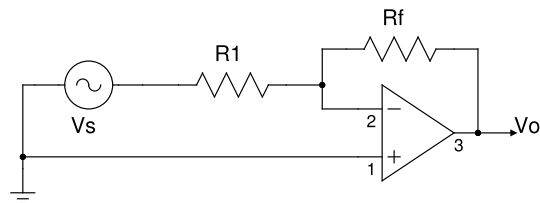
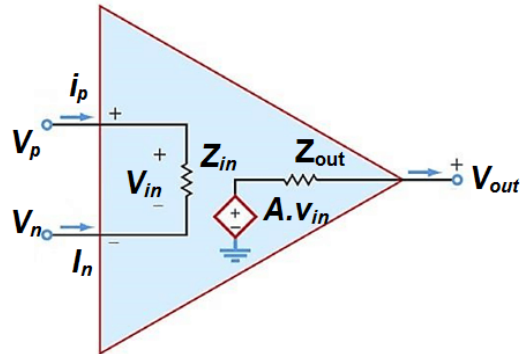

Figura 4.5
Figura 4.8
1. Monte o circuito da figura 4.5, alimentando o AMP-OP com $V_{cc+} = 12V$ e $V_{cc-} = -12V$;
5. Monte o circuito da figura 4.5, alimentando o AMP-OP com $V_{cc+} = 5V$ e $V_{cc-} = -5V$, $R_5 = 2,2k\Omega$, e sem conectar a carga R_L ;
4.10. Admita que um amplificador operacional possa ser modelado simplificada-mente através do circuito da figura 4.8.
(a) Redesenhe o circuito da figura 4.5, substituindo o AMP-OP pelo seu modelo da figura 4.8. (b) Utilizando análise de malhas, obtenha equações que para o circuito obtido no item (a). (b) Utilizando análise nodal, obtenha equações que para o circuito obtido no item (a). (c) Encontre uma expressão para V_o em função dos parâmetros do AMP-OP, das resistências R_1 e R_f , e da tensão de entrada V_S . (d) Considere que o AMP-OP é ideal e obtenha uma expressão para o ganho $\frac{V_o}{V_S}$ em função das resistências R_1 e R_f , e da tensão de entrada V_S .
4.11. Considerando o experimento 4.2.5, analise o comportamento do circuito da figura 4.5. Descreva como V_o varia com a variação de $V(s)$, e como o ganho $\frac{V_o}{V_S}$ varia com o valor de R_f . Plote um gráfico de $\frac{V_o}{V_S} \times R_f$ e analise seu comportamento.